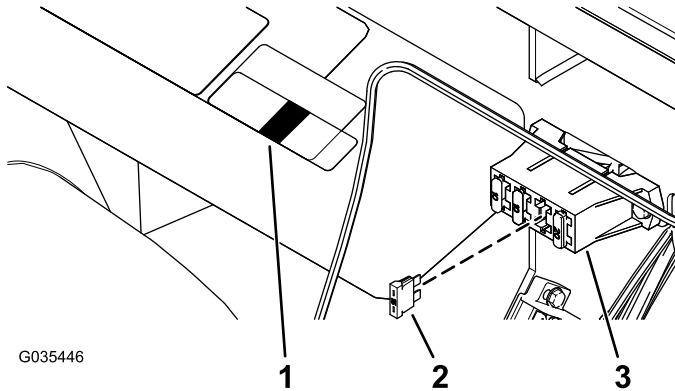
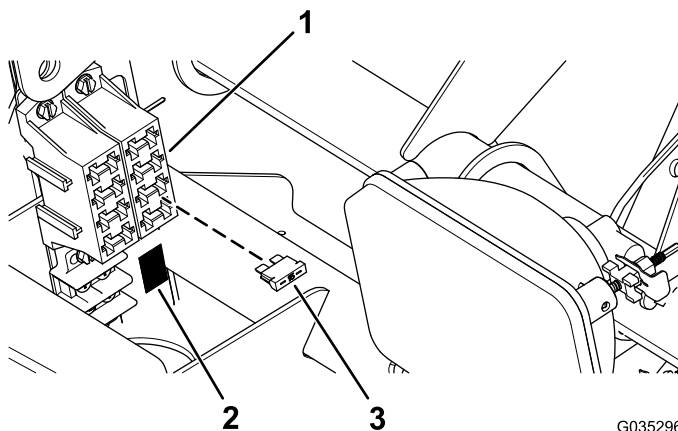

Figura 10
Figura 11
1. Inserte el fusible (15 A) en el bloque de fusibles y coloque la pegatina del fusible debajo del bloque (Figura 10 o Figura 11).